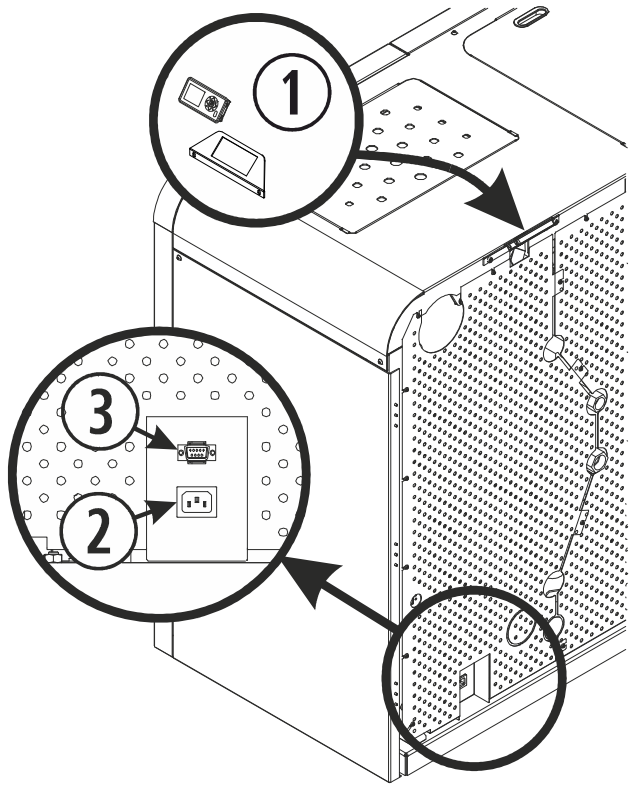

Figura 10
Devemos ajustar os parafusos que fixam o suporte à caldeira (①), como se indica na *figura 10 (Cantina Nova)*, ligar o cabo de ligação do teclado, que está na parte traseira presa com uma fita adesiva e ligá-la ao teclado, só tem uma posição de ligação.